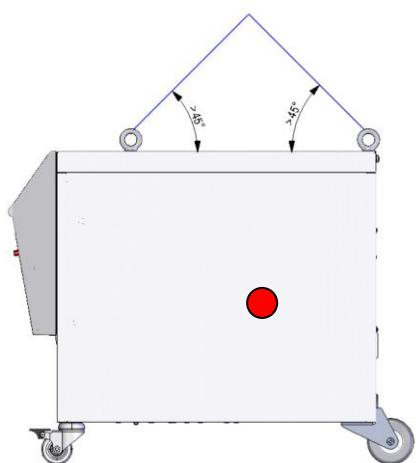

Рис. 7: Места прицепки
1. Соответственно закрепить Рис. 7тросы и ремни.
2. Убедиться в том, что устройство в подвешенном состоянии располагается прямо, учитывать внецентровый центр тяжести ( $\rightarrow$  ● Рис. 7).